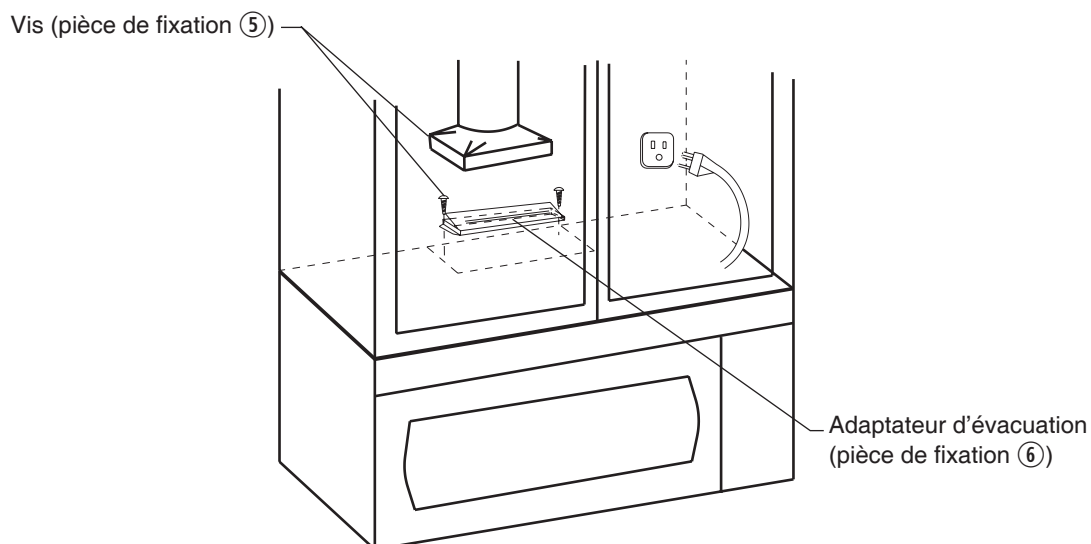

Fig. 5-1
1. Installer l'adaptateur d'évacuation (pièce de fixation ⑥) sur le dessus du four à l'aide de deux vis de  $\frac{3}{8}$  po. (pièce de fixation ⑤) (Fig. 5-1)